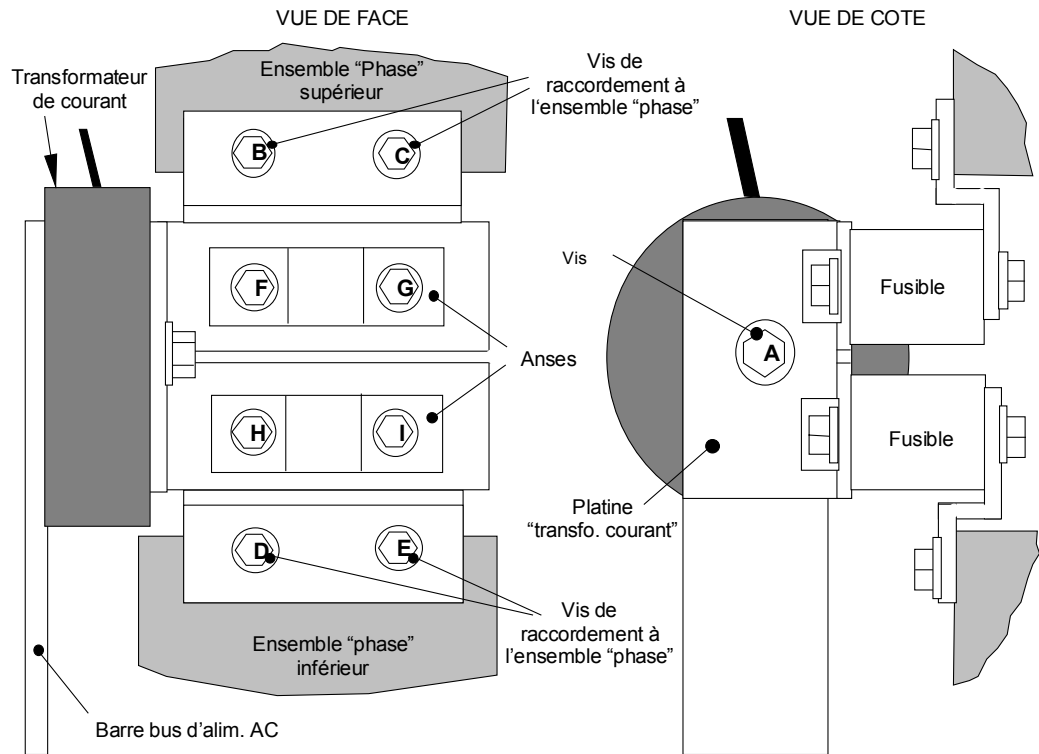
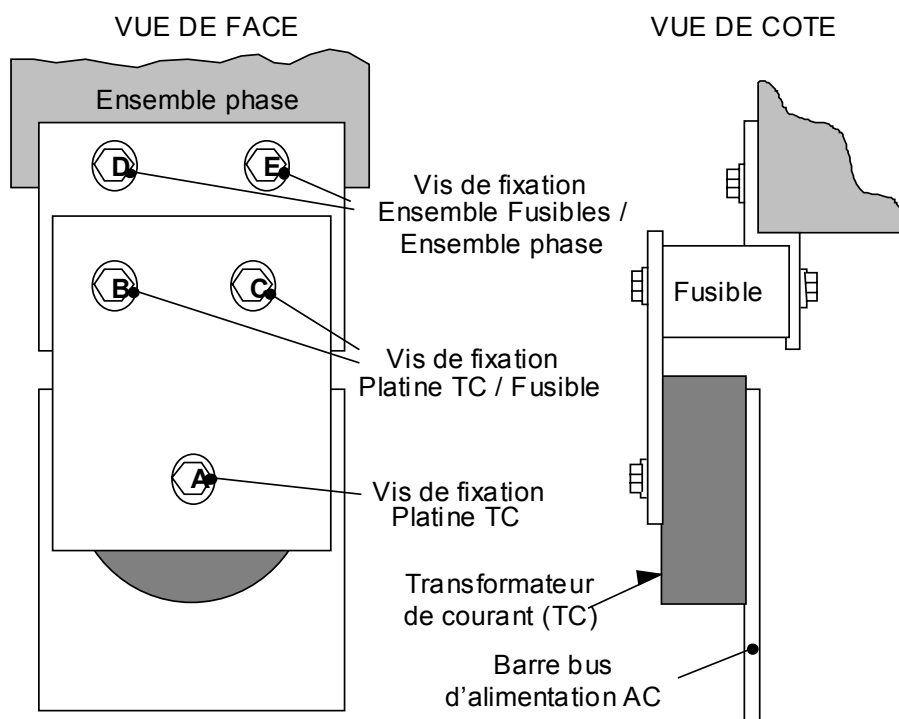

Figure 8-1 590+ (850-2400A) Schéma explicatif pour le remplacement des fusibles
Figure 8-2 591H Schéma explicatif pour le remplacement des fusibles
1. Voyez Figure 8-1 (590H) ou Figure 8-2 (591H), retirez la vis M12 (A). Déposez les quatre vis (B, C, D, E) qui permettent de déposer la platine transformateur (CT) et l'ensemble fusible.